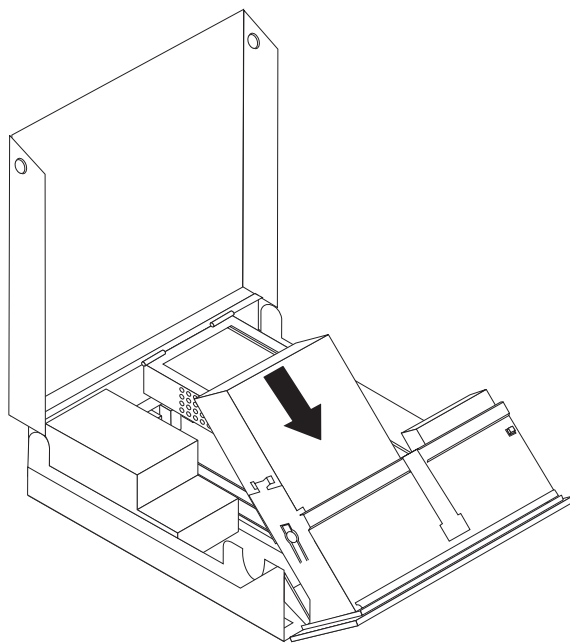

Figura 10. Blocco dell'unità ottica
5. Far scorrere l'unità **3** nel vano fino a quando non si blocca in posizione. Consultare la sezione Figura 10 a pagina 18.